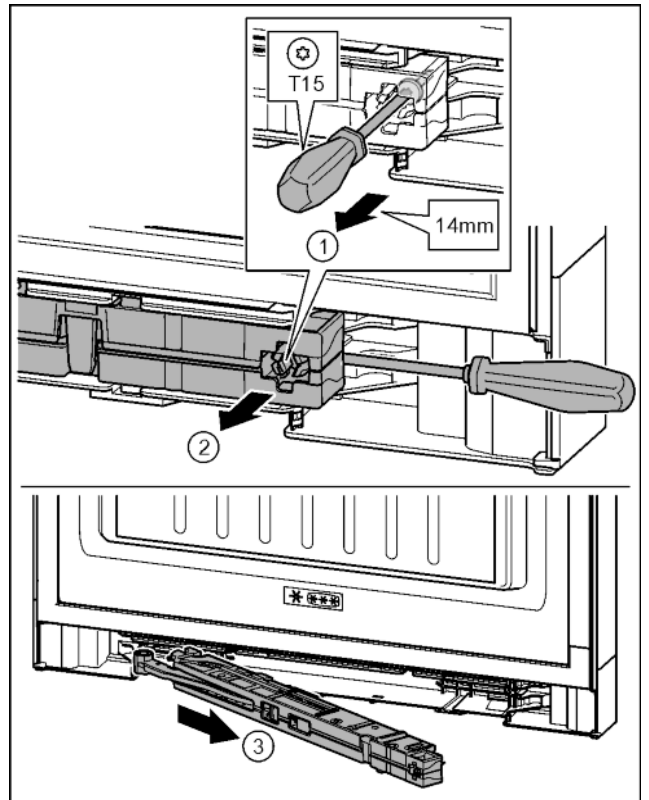

Fig. 19
- ▶ Schraube an Schließdämpfereinheit mit Schraubendreher T15 ca. 14mm lösen. Fig. 19 (1)
- ▶ Mit Schraubendreher griffseitig hinter Schließdämpfereinheit fahren. Einheit nach vorn drehen. Fig. 19 (2)
- ▶ Einheit herausziehen. Fig. 19 (3)